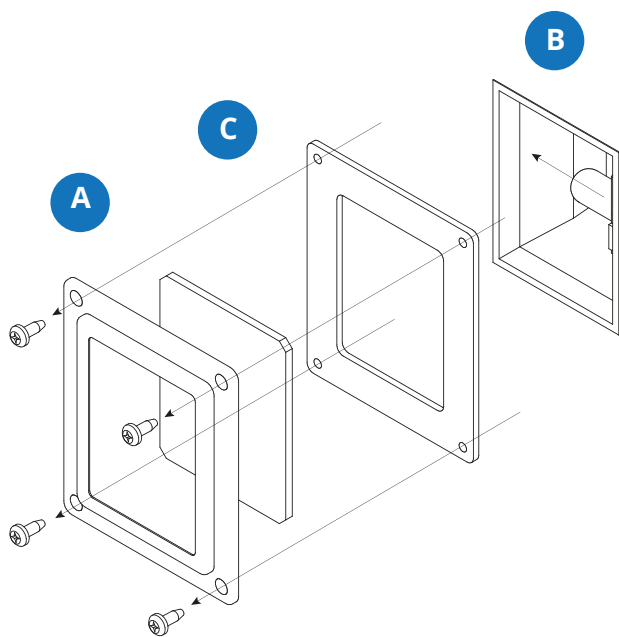
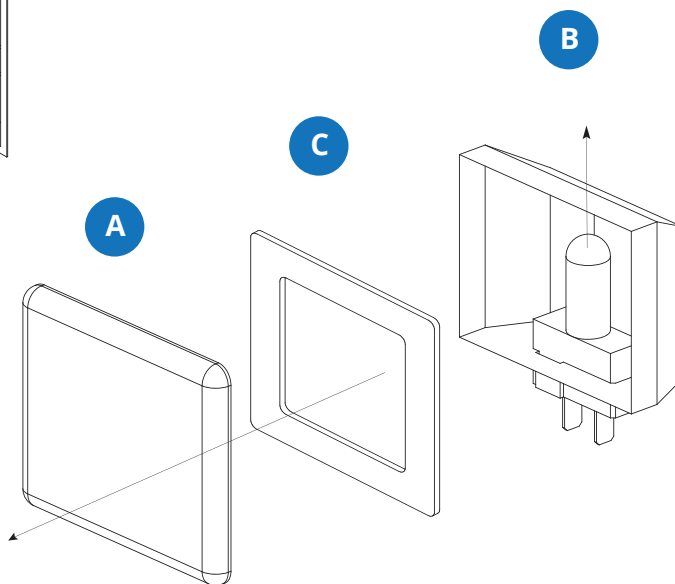

Рисунок 1
Рисунок 2
- Открутите (см. рис. 1) или снимите (см. рис. 2) крышку стекла А и обратите внимание на прокладку С. Замените лампочку В лампочкой с такими же характеристиками.
- Закрутите (см. рис. 1) или установите на место (см. рис. 2) крышку стекла А; обратите внимание на прокладку С.